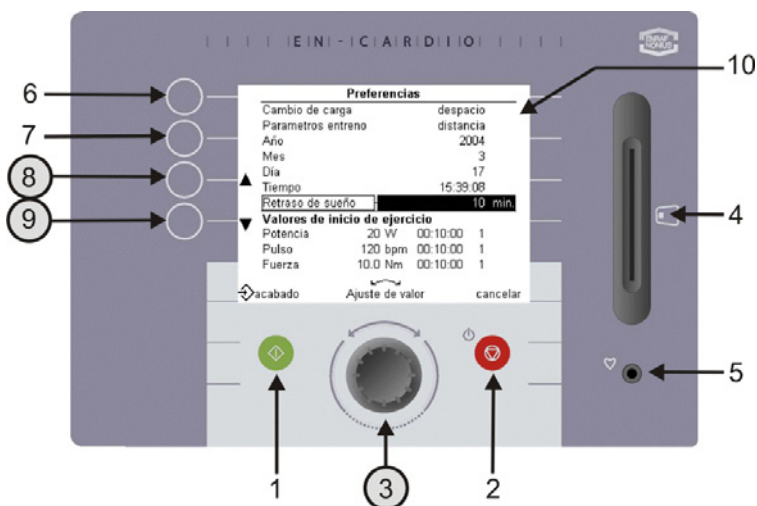

Fig. 14 Pantalla de Ajustes después de introducir la preferencia
Los ajustes del fabricante son de la siguiente manera (ver Fig. 14):
2. Cuando el equipo se apaga por sí mismo, pulsar los botones 6 y 9 simultáneamente. Ahora el menú de preferencias aparece. (Fig. 14)
3. En este menú puede cambiar varios ajustes usando los botones 8 y 9. Los valores pre-establecidos pueden ser ajustados con el botón giratorio (3).